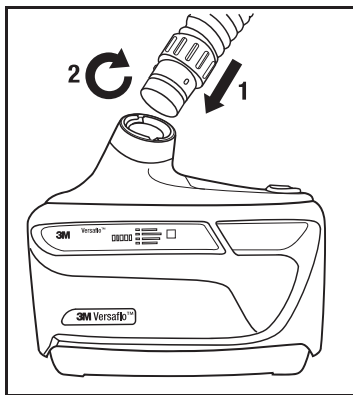

Fig. 11 Instalación del tubo de respiración
1. Introduzca el extremo del tubo de respiración con la conexión tipo bayoneta (dos puntas pequeñas) en las ranuras paralelas en la salida de aire del motor/ventilador (Fig. 11).